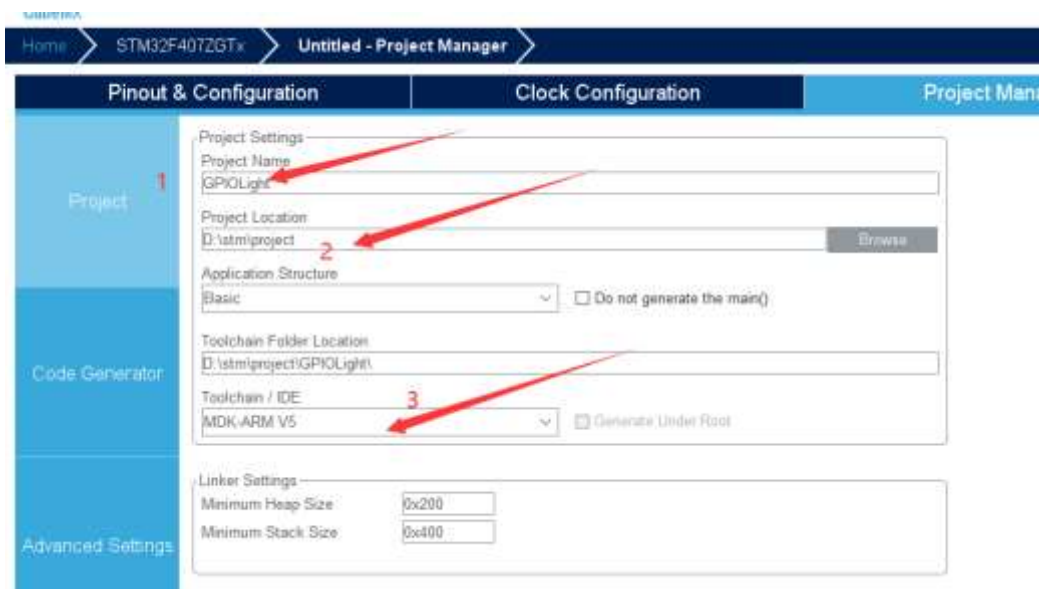

图 5.1.8 工程文件配置
- 7) 外设与时钟配置完成后, 可以开始建立工程。选择 Project Manager 选项, 如图 5.1.8 中, 红色标号为 1 处表示为建立工程的名字(此处不能出现任何的中文字符)。红色标号为 2 处表示工程文件保存的地方(此处不能出现有中文字符), 红色标号为 3 处表示使用的编译器, 这里选择 MDK-ARM V5. 其他地方保持默认即可。